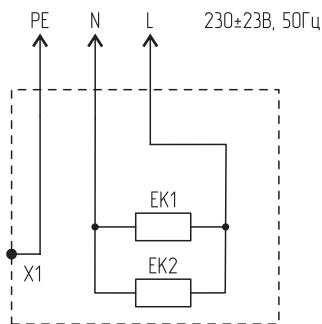

Рисунок 4. Электрическая схема обогревателя
Минимальное расстояние от обогревателя до пола (см. рис. 4), м	2,5
5.2. Схема электрических соединений и узлов показана на рис. 4.